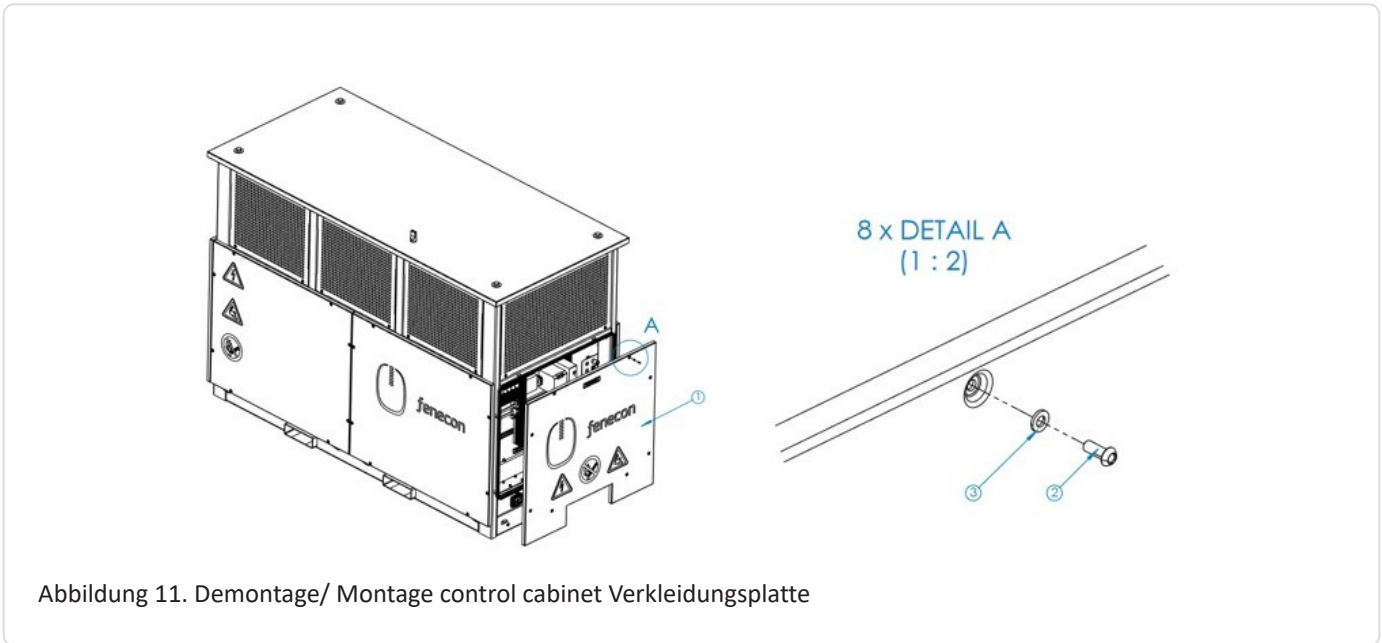

Abbildung 11. Demontage/ Montage control cabinet Verkleidungsplatte
4. Zum Anschluss des Stromspeichers die Verkleidungsplatte mit der Aufschrift „control cabinet“ öffnen (vgl. Abbildung 11: Demontage/ Montage control cabinet Verkleidungsplatte).
6. Nach Abschluss der Montagearbeiten ist der Stromspeicher wieder ordnungsgemäß zu verschließen. Der Schraubenaufbau und das notwendige Anzugsdrehmoment können Abbildung 11: Demontage/ Montage control cabinet Verkleidungsplatte entnommen werden.